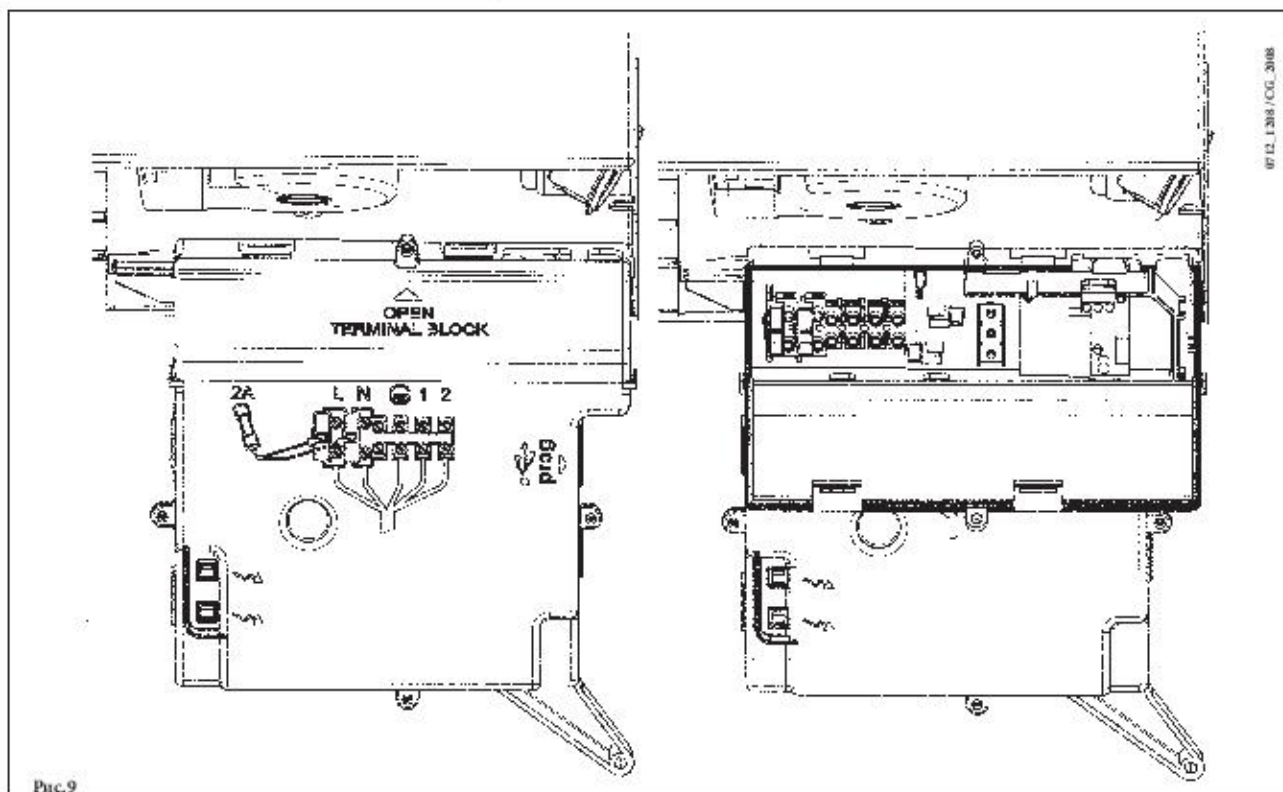

Рис. 9
- для доступа к контактам снимите крышку (рис. 9).
- открыть доступ к клеммам подключения электропитания (рис.9), в соответствии с инструкциями, изложенными в предыдущем параграфе;
- протянуть кабель из двух проводов через кабельный зажим котла и присоединить кабель, идущий от термостата, к клеммам (1) и (2);